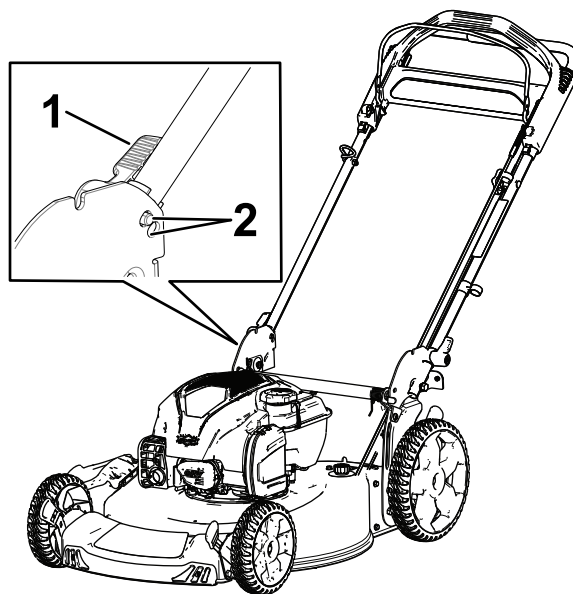

Figura 4
3. Mueva la palanca de bloqueo del manillar a una de las dos posiciones (Figura 4) hasta que el pasador se enganche en su sitio para bloquear el manillar en la posición de operación.